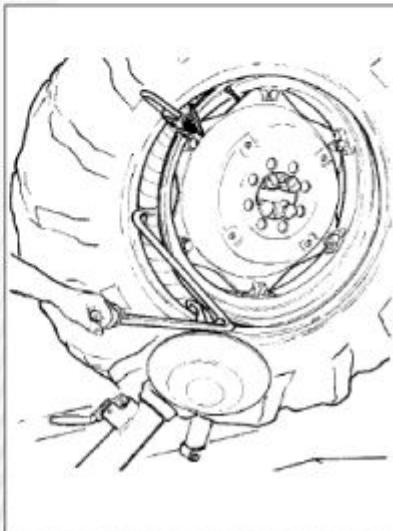

Рисунок 28
23) Понемногу поворачивайте зажимное устройство по часовой стрелке до тех пор, пока вы не сможете вставить рычаг отжимного ролика на его место в съемном рычаге (см. рис.28). Этот рычаг устанавливается по просьбе заказчика.